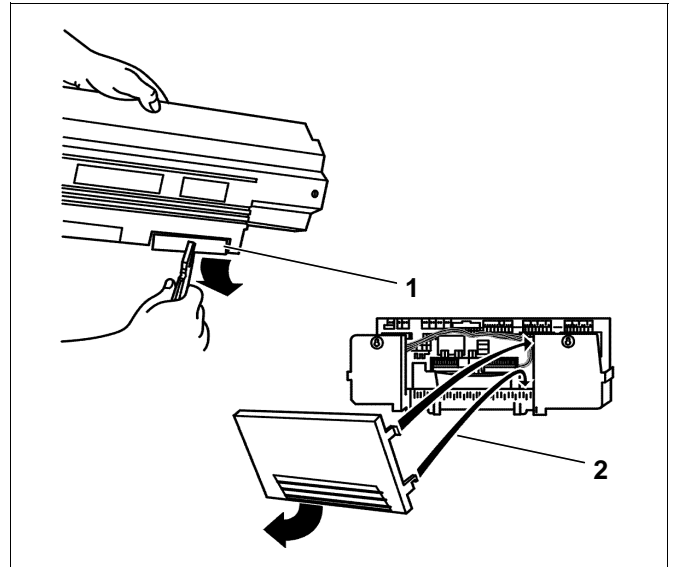

Fig. 59 Preparativi – passaggio dei cavi
- Se necessario, staccare parti amovibili (fig. 59, **pos. 1**) nella parete posteriore del passaggio per i cavi (Logamatic 33..) risp. togliere (Logamatic 43..) una parte di parete posteriore (fig. 59, **pos. 2**).
- Agganciare la parete posteriore del regolatore (Logamatic 43..) con i ganci inferiori nel telaio porta bracciali, quindi premervi sopra finché non scattano in posizione i ganci laterali (fig. 59, **pos. 2**).